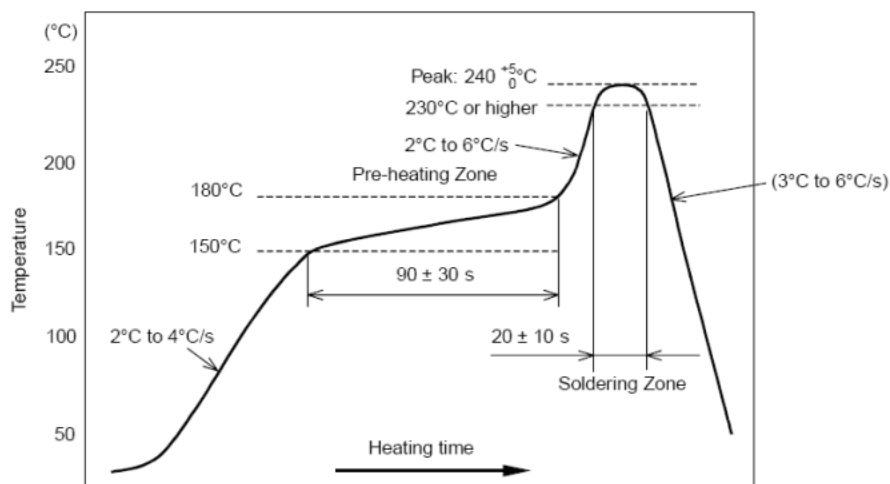

图 10.1 部件的焊接耐热性温度曲线(焊接点)
2. 允许回流焊次数：2 次，基于以下回流焊条件（如图 10.1 所示）；
3. 温度曲线：回流焊应按照下列温度曲线（如图 10.1 所示）；